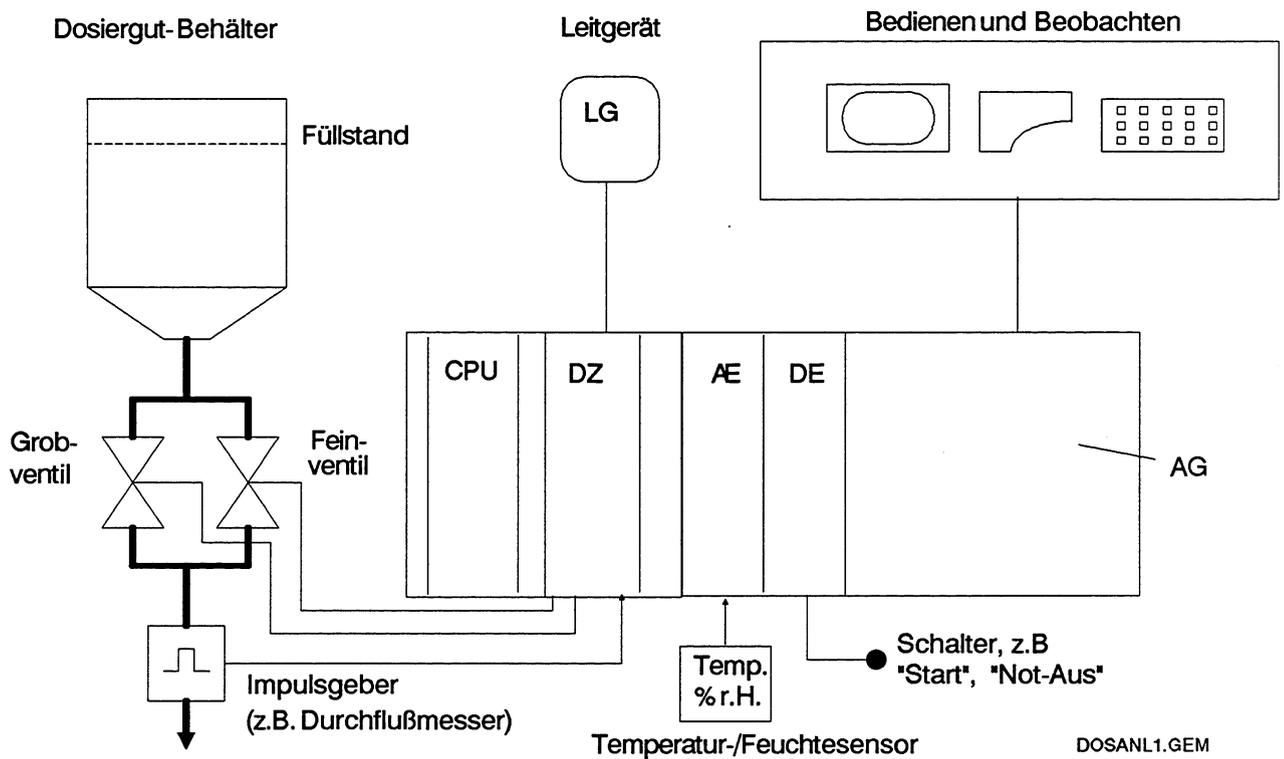

Bild 2 Typische Dosieranlage
Komplexe Funktionen (wie Mehrkomponentendosierung, Rezepturverwaltung, Zentrales Bedienen und Beobachten usw.) werden über das Automatisierungsgerät (AG) realisiert (siehe Bild 2).
Die prinzipielle Funktion der Dosierbaugruppe in einem Prozeß zeigt das Bild 2.
Bild 2 stellt schematisch eine einfache Dosieranlage dar, die im wesentlichen aus folgenden Elementen besteht: